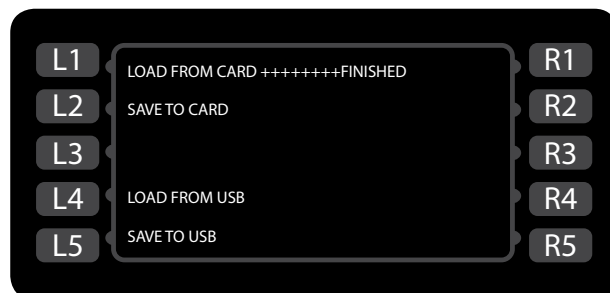

Bild 28: Laden...finished - fertig
5. Prüfen, ob ein Piepton ertönt und „FINISHED“ – FERTIG – angezeigt wird (Bild 28).